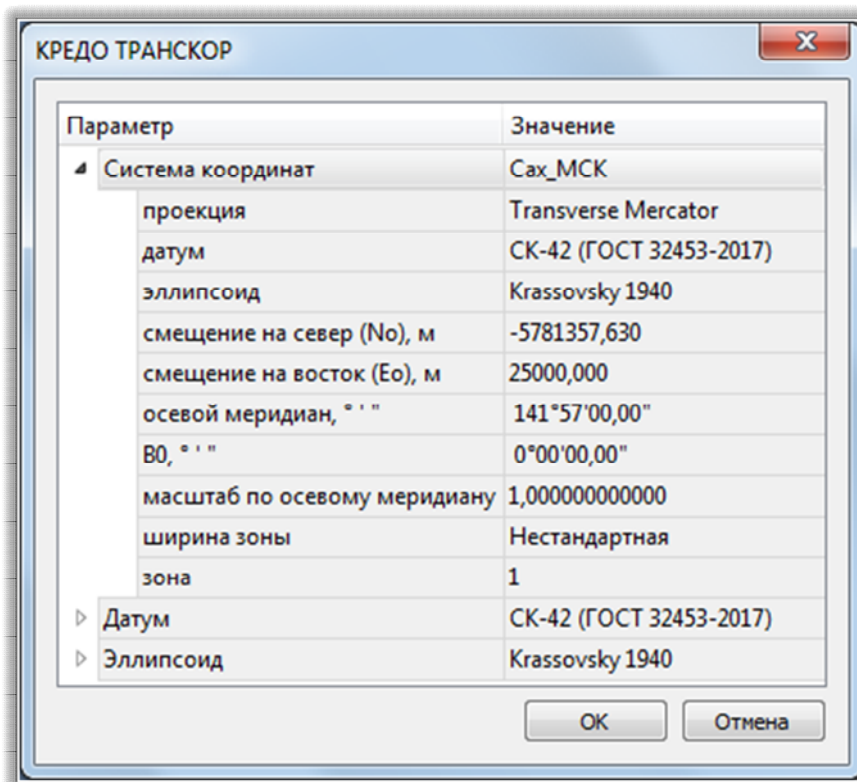

Рисунок 5.22
2. Создайте в геодезической библиотеке СК «Сак_МСК» (рисунок 5.22) и импортируйте её в правую панель.